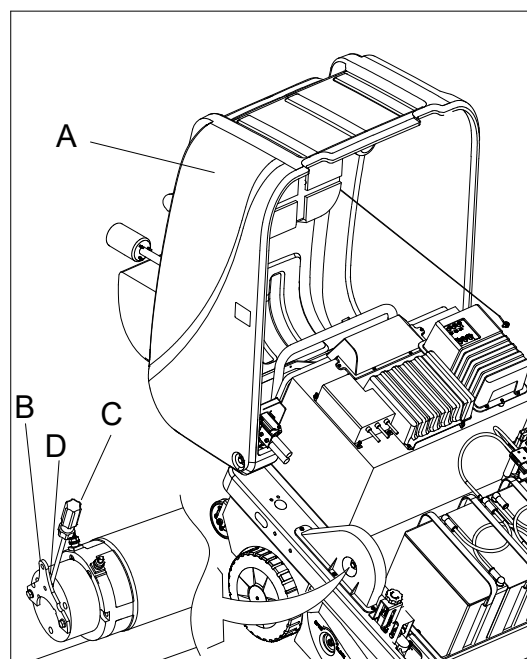

Рис. 17
1. Откройте крышку (А, рис. 17).
2. Вытяните наружу рукоятку приводного электродвигателя (В, рис. 17).
3. Вставьте отвертку (С, рис. 17) в паз (D, рис. 17). Поверните назад крышку, после чего машину можно будет толкать или буксировать.
4. Когда машина будет перемещена к месту назначения, извлеките отвертку (С, рис. 17), после чего возможна нормальная эксплуатация машины.